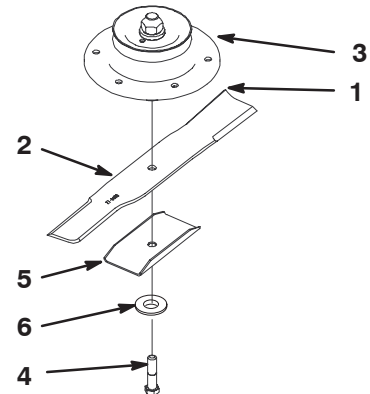
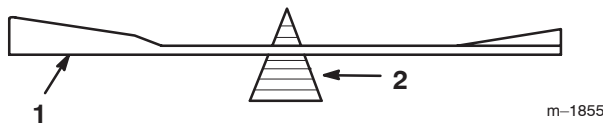

Figure 45
Figure 47
1. Tenez la lame à son extrémité avec un chiffon ou un gant épais. Enlevez le boulon, le renfort de lame, la rondelle et la lame de l'axe (Fig. 45).
2. Vérifiez l'équilibre de la lame en la plaçant sur un équilibreur (Fig. 47). Si la lame reste horizontale, elle est équilibrée et peut être utilisée. Si la lame est déséquilibrée, limez un peu l'extrémité de la partie incurvée seulement (Fig. 45). Répétez la procédure jusqu'à ce que la lame soit équilibrée.
1. Placez la lame sur l'axe (Fig. 45).
**Important** Pour une coupe correcte, la partie incurvée de la lame doit être tournée vers le haut et dirigée vers l'intérieur du carter de tondeuse (Fig. 45).
2. Installez la rondelle de blocage et le boulon de fixation (Fig. 45). Le boulon de lame doit être serré à 115–140 Nm.